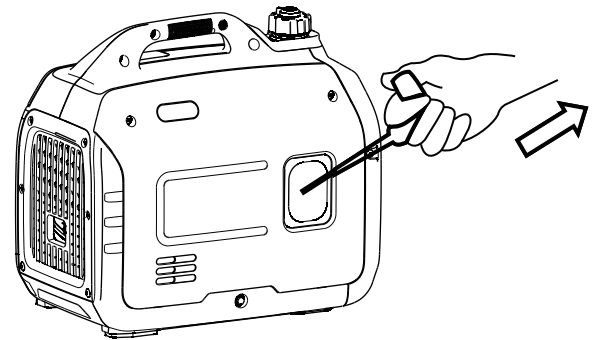

Figure 7: Tirez sur la poignée de rappel pour la sortir de l'onduleur.
4. Saisissez fermement et tirez lentement la poignée de rappel jusqu'à ce que vous sentiez une résistance accrue. À ce stade, tirez rapidement tout en vous éloignant de l'onduleur (voir Figure 7).